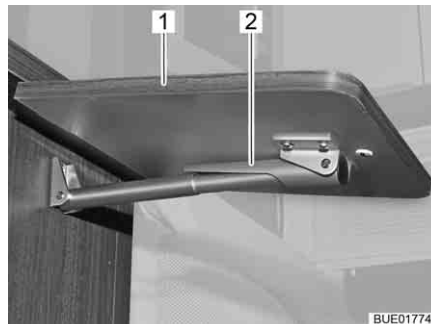

Fig. 131 Tavolo ribaltabile su bancone, sbloccato
- Sollevare leggermente il tavolo ribaltabile su bancone (Fig. 131,1). Con l'altra mano spingere verso l'alto il dispositivo di fissaggio (Fig. 131,2) sul supporto telescopico.